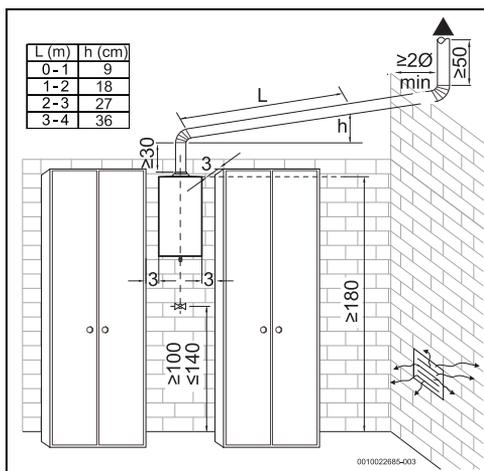

Fig. 10 Distancias mínimas
- ▶ Respetar las separaciones mínimas indicadas en la Fig. 10.
- ▶ Asegurarse de un libre acceso de trabajos de mantenimiento y cumplir para ello las distancias indicadas en la imagen 10.